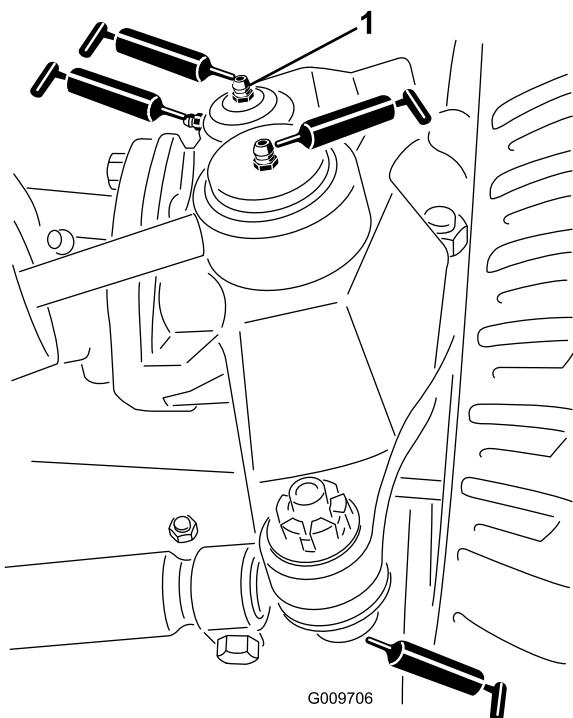

Figura 23
- Articulaciones esféricas del cilindro de dirección (2) (Figura 23)